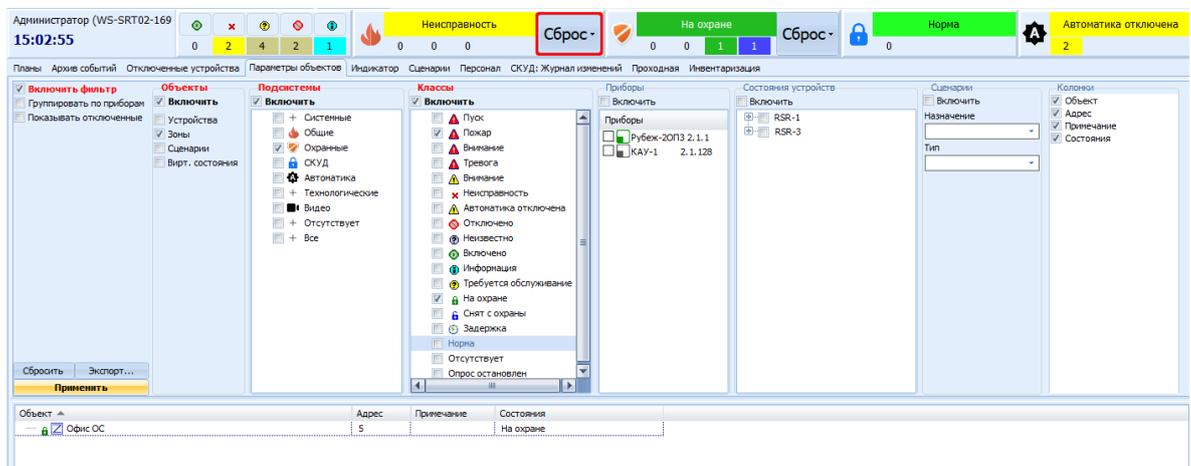

Рисунок 22.2 – Окно вкладки Параметры объектов с примененным фильтром
- 5) нажать кнопку «Применить» (рисунок 22.2).